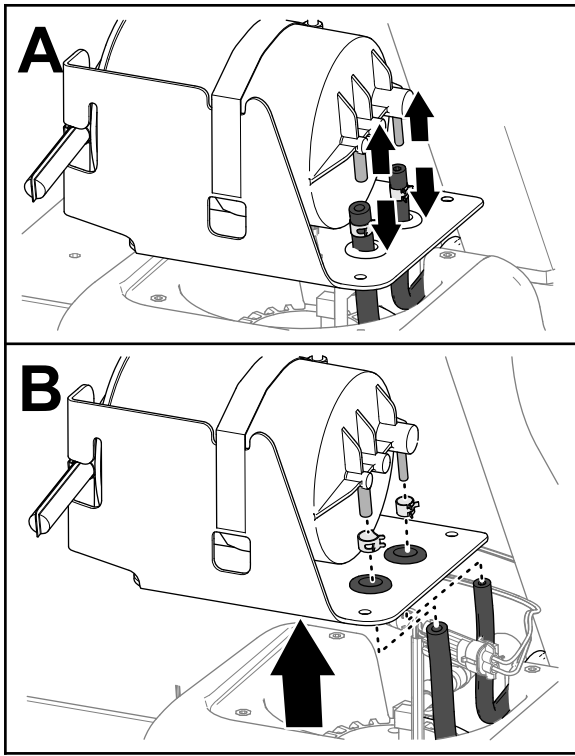

图 85
4. 从接头上分开软管图 85。
5. 从接头上拆下软管夹图 85。
6. 从油箱上拆下碳罐图 85。